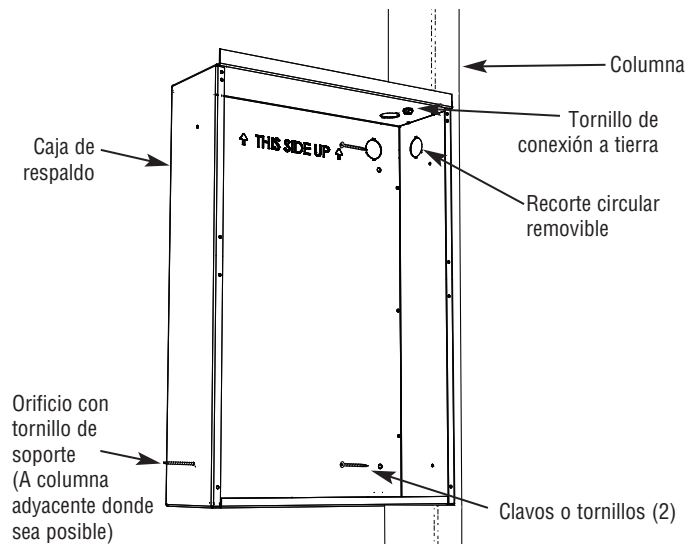

Figura 2 - Sujeción de la caja de respaldo a la columna
1. En construcción nueva sin pared terminada, coloque la caja de respaldo contra el lado de la columna permitiendo que el lado se extienda más allá de la columna de modo que la caja quedará a ras con la superficie de pared terminada. (Durante la instalación, usted debe conocer el espesor de la pared terminada). Asegure la caja a la columna utilizando dos tornillos (no incluidos) según se muestra en la Figura 2.
- a. Cuando sea posible, instale un tornillo largo adicional (tal como un tornillo para madera de 3") a través del orificio de montaje inferior y dentro de la columna más cercana (vea la Figura 2). Tenga cuidado y no apriete en exceso el tornillo ya que esto deformará la caja de respaldo y dificultará o hará imposible la instalación del conjunto calefactor. El tornillo sólo debe apretarse lo suficiente para mantener el tornillo en su sitio.
- b. Taladre un orificio pequeño en la caja de respaldo a ras con la superficie interior de la pared terminada e instale un tornillo (la longitud no es decisiva, pero debe ser de 1 pulgada como mínimo), vea la Figura 2.
1. Ubique una columna, marque cuidadosamente y corte una abertura que mida 12-1/2" (318 mm) de ancho por 17-3/4" (451 mm) de alto, de modo que un lado de la abertura quede a lo largo del borde de una columna – vea la Figura 2.
3. Encaje la caja de respaldo dentro de la abertura alineando los lados de la caja a ras con la superficie de la pared terminada y asegure la caja a la columna utilizando dos tornillos (no incluidos) según se muestra en la Figura 2.
5. Inserte un tornillo para madera #8, de tres pulgadas de longitud (no suministrado) a través del lado libre de la caja de respaldo no montado en la columna, y asegure en el orificio de montaje inferior. Esto evitará que la caja de respaldo sea extraída del lado no-soportado al instalar el conjunto calefactor. Tenga cuidado de no atornillar el tornillo para madera más de 3/8" dentro de la columna. Un atornillado excesivo causaría que la caja de respaldo se desalinee. Vea la Figura 2.